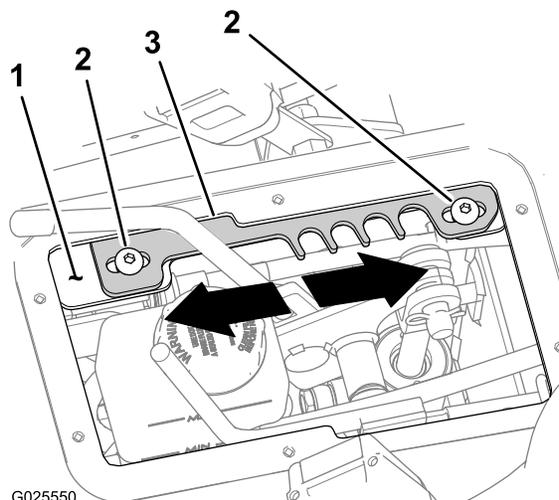

Figure 72
4. Amenez le sélecteur de gamme en position **T** (transport) (Figure 72).
5. Desserrez les 2 vis à tête hexagonale creuse (5/16 x 3/4 po) qui fixent la plaque de verrouillage au support du levier (Figure 72).
- Déplacez la plaque de verrouillage **en avant** pour augmenter la limite de vitesse de déplacement maximale (Figure 72).
- Déplacez la plaque de verrouillage **en arrière** pour réduire la limite de vitesse de déplacement maximale (Figure 72).